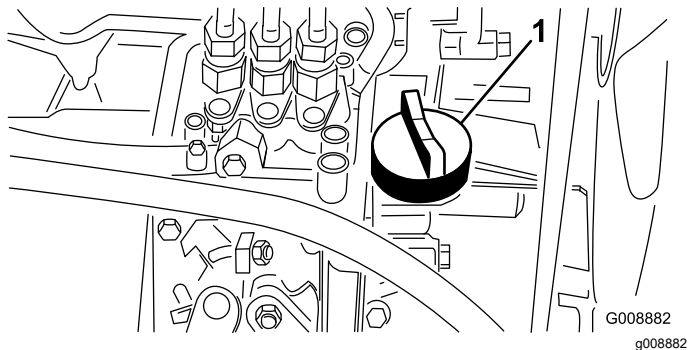

Рисунок 29
4. Если уровень масла ниже допустимого, снимите крышку маслозаливной горловины (Рисунок 29) и постепенно, небольшими порциями долийте масло, периодически проверяя его уровень, до отметки Full (Полный) на масломерном щупе.